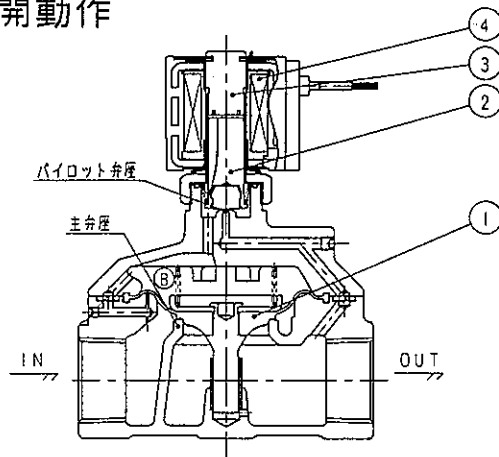

図19
この圧力差によりダイアフラム組立①が上昇し、水はIN→OUT方向へ流れます。(図19参照)